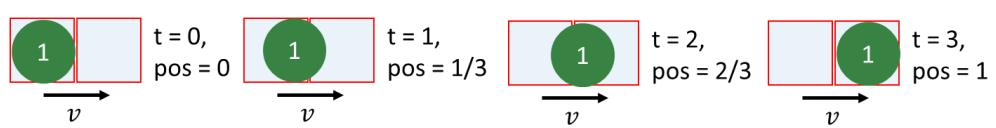

图 3、机器人速度与预留队列长度的关系
3. 机器人的最大速度为 1，计算公式为：(预留队列中转弯点之前的列表长度 - 1)  $\div$  (预留队列最大长度 - 1)，(见图 3)。